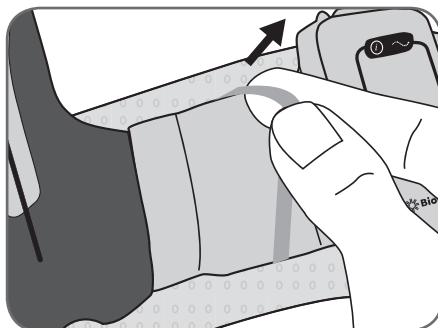

Abbildung 9-14: Band wird auf untere Silikon-Einlage geschoben
3. Schieben Sie das Band auf die untere Silikon-Einlage über die Oberschenkel-RF-Stimulationseinheit (siehe Abbildung 9-14).